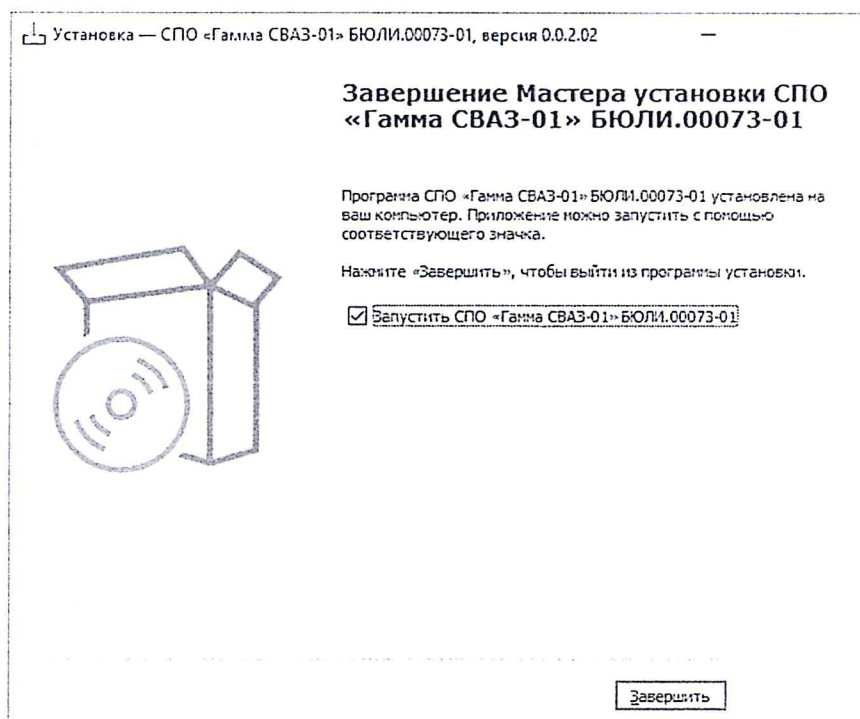

Рисунок 30 – Окно завершения установки программы
– после завершения установки появится окно, в котором нужно нажать кнопку «Завершить» (рисунок 30), после чего откроется главное рабочее окно программы.